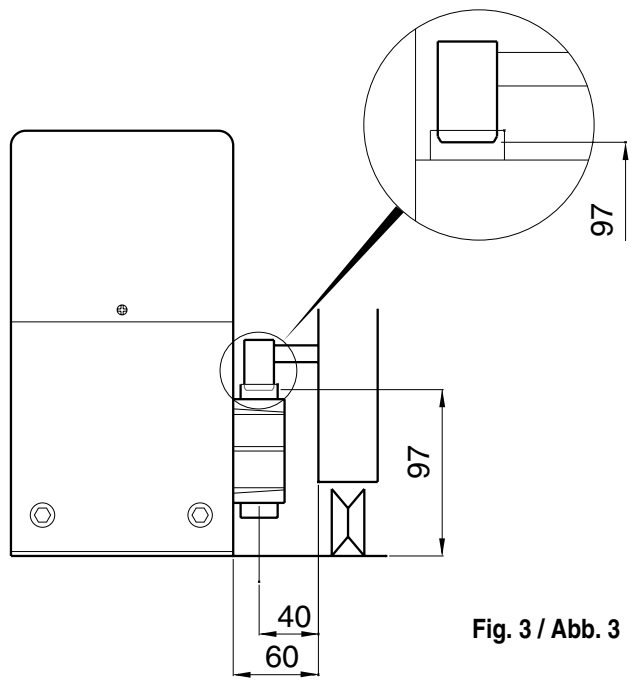

Fig. 3 / Abb. 3
N.B. Rispettare tassativamente le quote di fig. 3.
N.B.: Respecter absolument les cotes de la Fig. 3.
Nota: Respetar exactamente los niveles de Fig. 3.
N.B. The measurements given in Fig. 3 must be observed.
Hinweis: Unbedingt die Quoten der Abb. 3 beachten.
N.B. Houd de maten die op fig. 3 aangegeven zijn zorgvuldig aan.